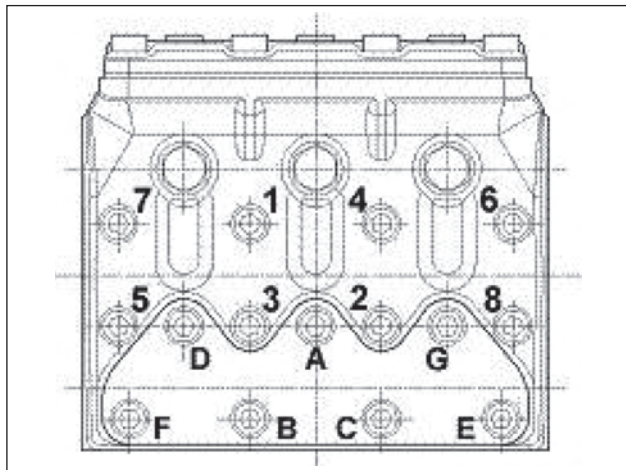

Рис. 24
* Винты крепления головки шатуна нужно затягивать в последовательности, указанной на стр. 66. ** Винты крепления торца нужно затягивать динамометрическим ключом в порядке, указанном на Рис. 24, смазав подголовки. *** Винты крепления крышек клапанов нужно затягивать динамометрическим ключом в порядке, указанном на Рис. 24, смазав подголовки. **** Винт крепления фланца 2-го ВОМ нужно затягивать динамометрическим ключом с применением фиксатора Loctite 243 синего цвета.